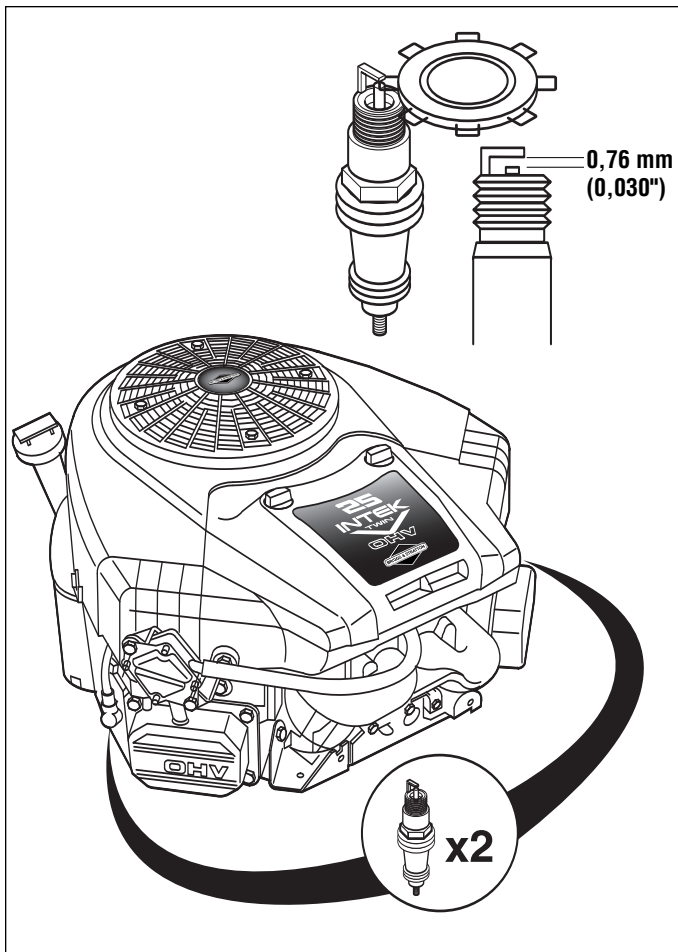

Figure 34. Écartement des bougies d'allumage
2. Nettoyer la zone autour de la bougie d'allumage (voir Figure 34 ou 35).